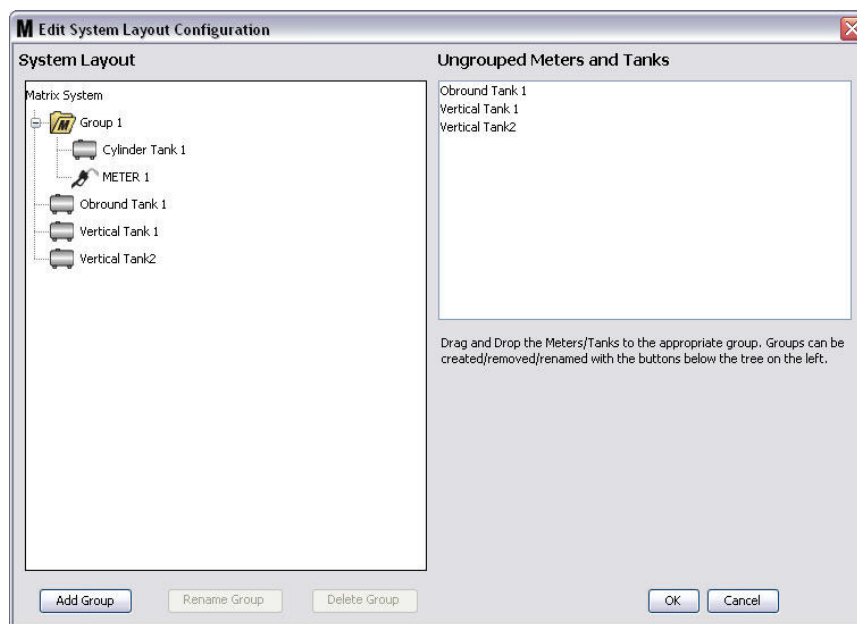

FIG. 129
8. Les réservoirs et les compteurs sélectionnés apparaissent maintenant sous l'icône du dossier du côté système Matrix de l'écran comme illustré dans la FIG. 129.
10. Pour renommer un groupe, utilisez votre souris pour sélectionner le dossier du groupe dans la liste du côté système Matrix de l'écran. Cliquez sur le bouton "Rename Group" (Renommer un groupe) (FIG. 129).
11. Pour supprimer un groupe, utilisez votre souris pour sélectionner le dossier du groupe du côté système Matrix de l'écran. Cliquez sur le bouton "Delete Group" (Supprimer un groupe) (FIG. 129).